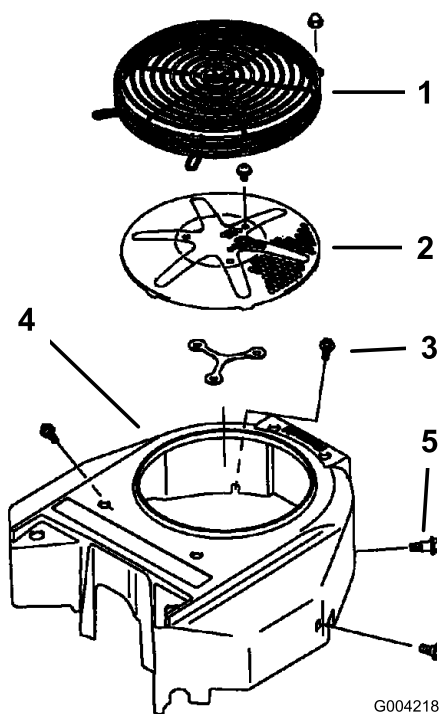

Figure 77
Avant chaque utilisation, enlevez l'herbe, les saletés et autres débris éventuellement accumulés sur la grille du moteur. Cela permet d'assurer un refroidissement et un régime moteur corrects, et réduit les risques de surchauffe et de dégâts mécaniques du moteur (Figure 77).
3. Retirez la grille d'entrée d'air, le lanceur et le boîtier du ventilateur (Figure 77).
5. Remettez la grille d'entrée d'air, le lanceur et le boîtier du ventilateur (Figure 77).